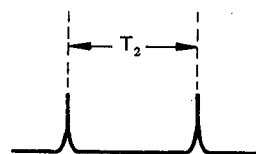

Abb. 8-19
2. TP5 auf dem Oszilloskop (Selbsttriggung) beobachten und R778 so einstellen, daß, wie in Abb. 8-19 gezeigt, $T_1 = 4,4$ ms erhalten wird.
2. TP9 auf dem Oszilloskop (Selbsttriggung) beobachten und R7770 so einstellen, daß, wie aus Abb. 8-19 ersichtlich, $T_1 = 4,6$ ms erhalten wird.